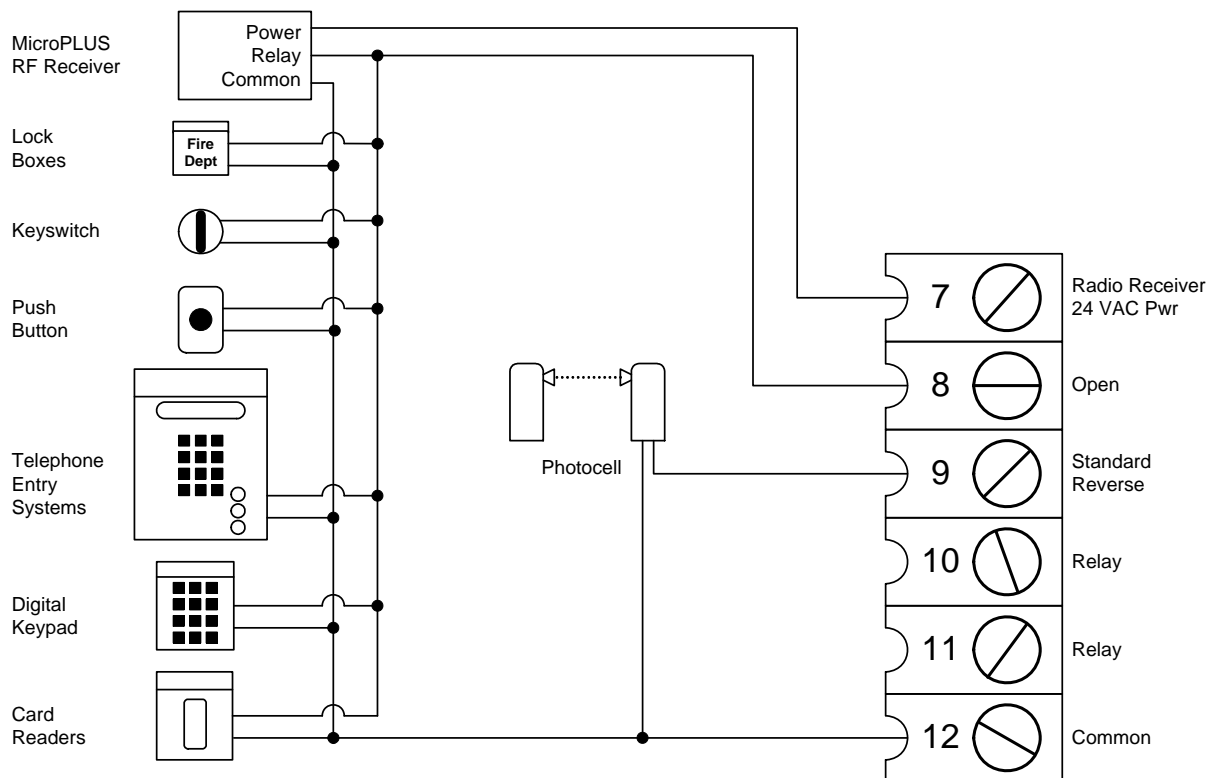

Figura 25
- Conecte dispositivos de control opcionales a la tira terminal del operador como se muestra en figura 25. Asegúrese que todas las conexiones eléctricas se hacen de acuerdo con los códigos eléctricos locales. Use alambre de 18 AWG para todo el cableado de voltaje bajo, la distancia máxima de 3000 pies. Utilice un supresor de sobrecarga de voltaje bajo, DoorKing P/N 1878-010 si el cable de voltaje bajo excede 1000 pies. Todas entradas a la tira terminal deben ser NORMALMENTE ABIERTAS.